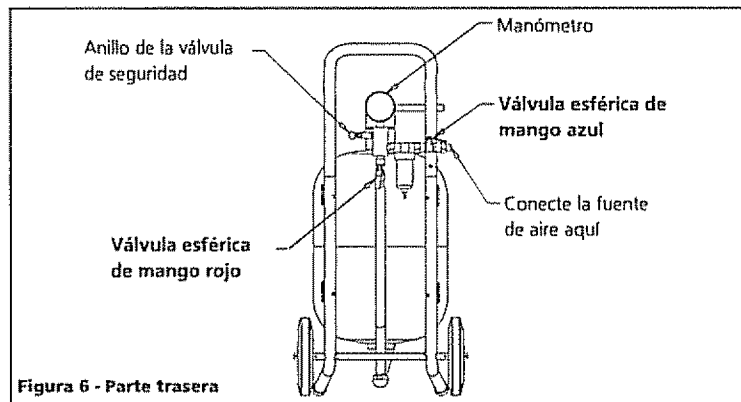

Figura 6 - Parte trasera
5. Abra la válvula de mango rojo en la parte de atrás del tanque. Esto permite que el aire comprimido ingrese a la manguera del material y a la pistola chorreadora (ver figura 6).